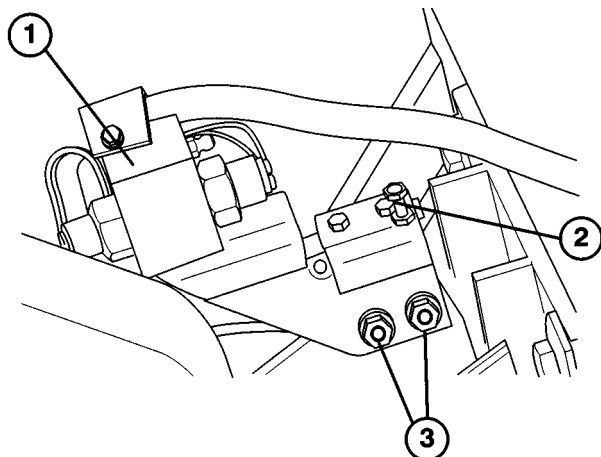

Fig. 15
- Undersøk kjernehodebryteren (fig. 15) med en kontinuitetsmåler eller et ohmmeter; skift hvis skadet. Bryterens stempel må trykkes sammen når kjernehodet er løftet.
- Løsne justeringsskruens låsemutter og (2) flensmutre (fig. 15).
- Trekk til justeringsskruens låsemutter og (2) flensmutre.